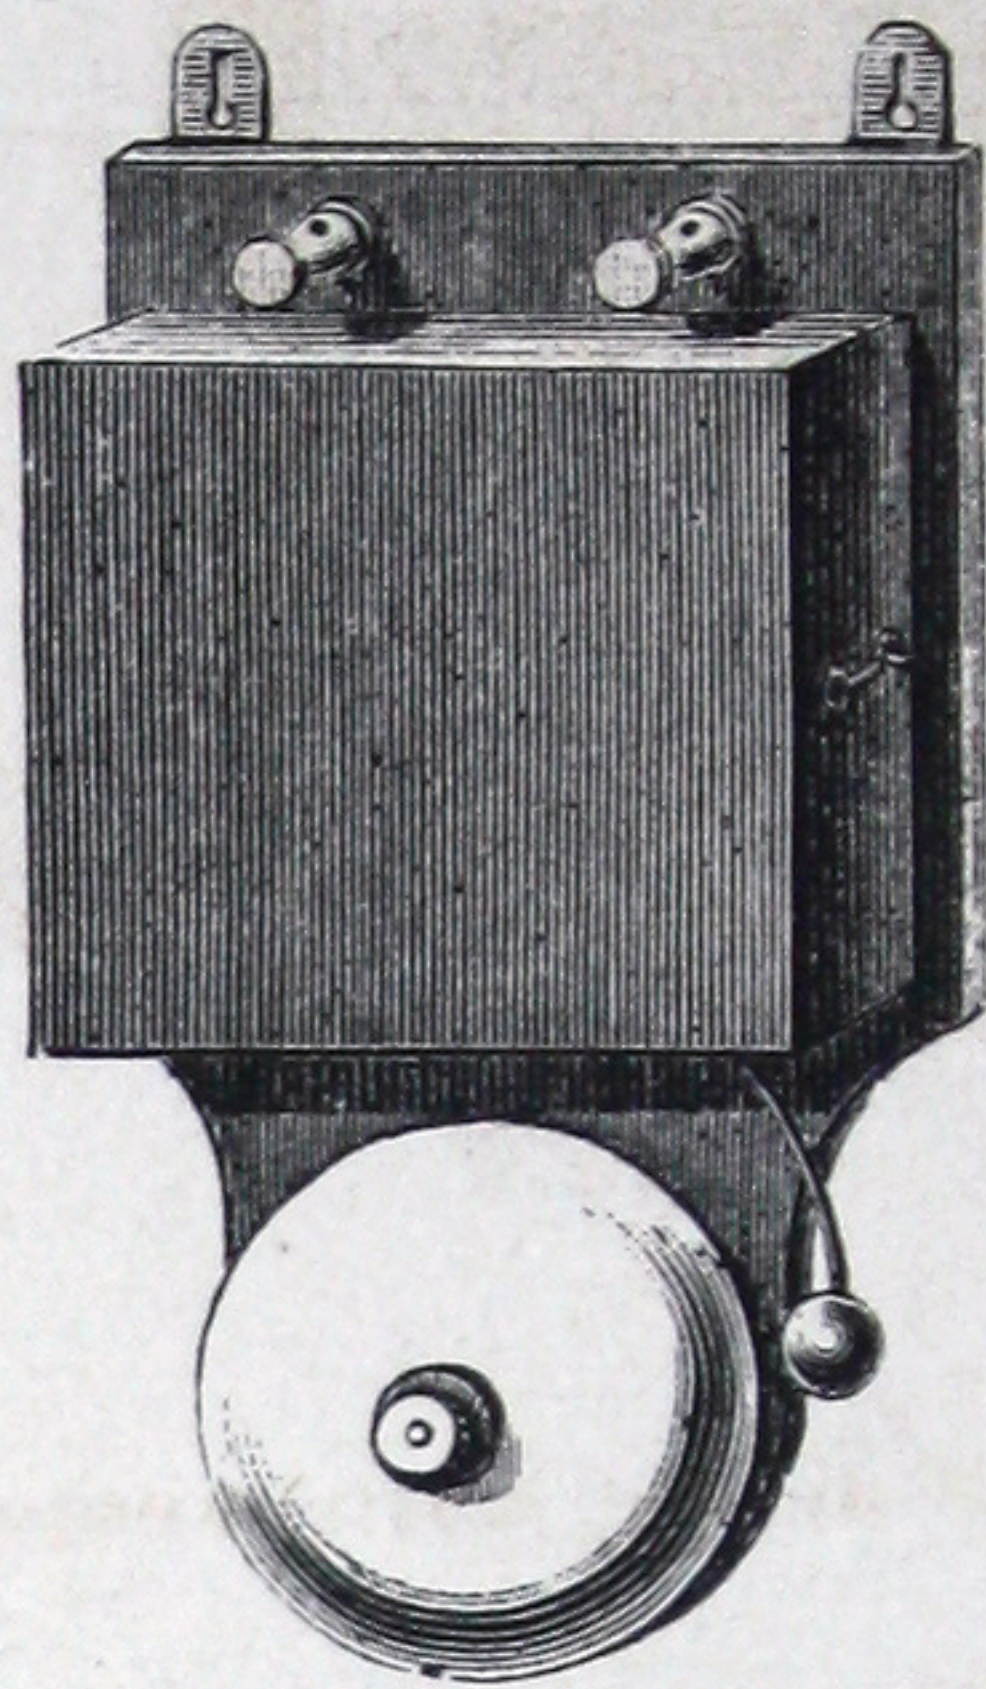
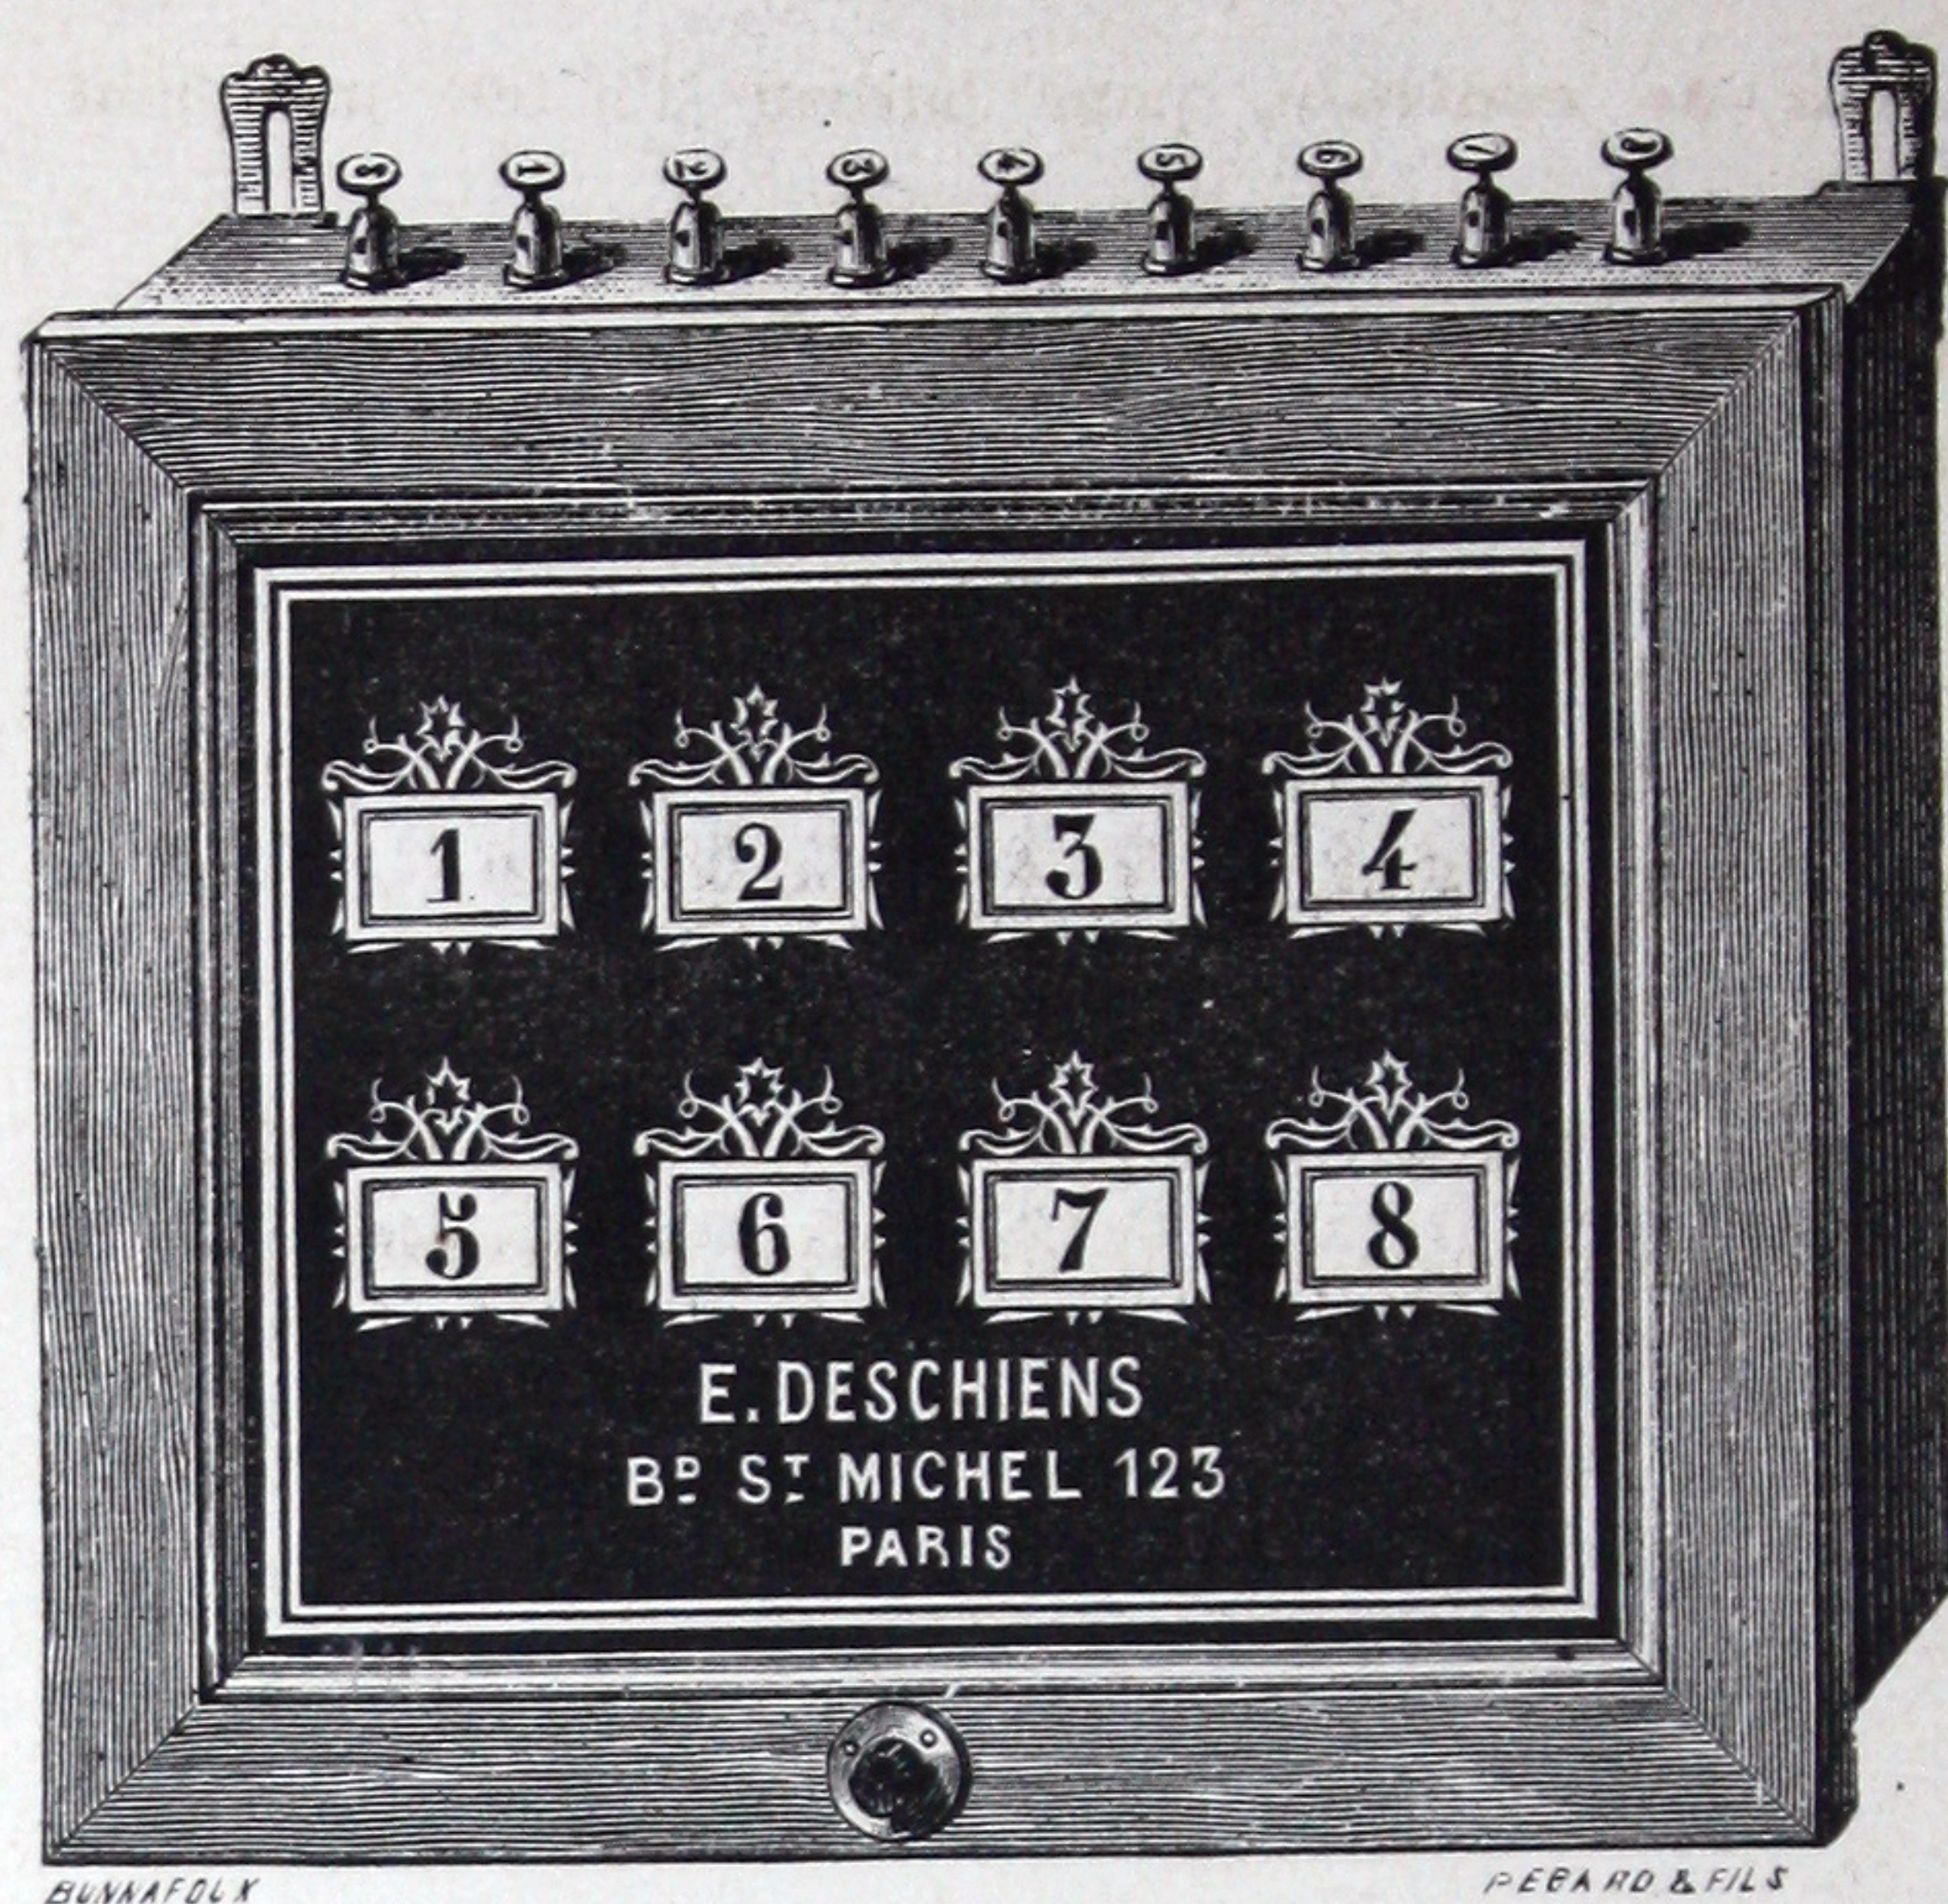

Fig. 1
Fig. 3
3^o Une ou plusieurs sonneries (fig. 1) pour la réception avec ou sans tableaux indicateurs (fig. 3). Ces derniers que l'on peut voir aujourd'hui dans la plupart des hôtels où descendent les voyageurs et même dans beaucoup d'habitations bourgeoises, permettent avec une seule et unique sonnerie quelque puisse être le nombre des points d'attaque, de voir, par l'apparition automatique d'un numéro, ou autre indication, de quelle pièce est venu l'appel.
Sonnerie trembleuse ou à un seul coup, forme pendante, boîte acajou (fig. 1)
- 14 **Tableau indicateur**, acajou, avec électro à bascule, sans barreau aimanté (fig. 3) :